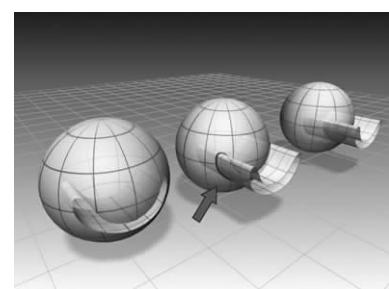

图 5-68 创建曲面一曲面相交曲线▲
- ⑦(创建曲面一曲面相交曲线):在两个曲面相交的位置创建曲线,如图 5-68 所示。